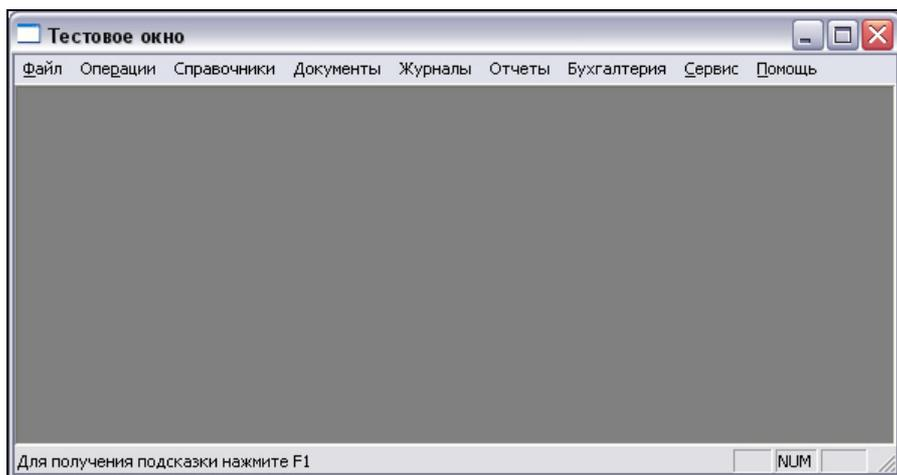

Рис. 5.78. Тестовое окно для пользовательского меню
- Теперь для сохранения нового пункта меню следует нажать кнопку **ОК**. Правда, система не даст нам его сохранить, поскольку команда вызова справочника товаров в меню и так уже была. Ничего страшного, нажимаем кнопку **Отмена**. Пункт меню у нас и так есть, зато мы научились создавать пункты меню. В виде самостоятельной работы поэкспериментируйте с меню других интерфейсов (**Менеджер**, **Кассир** и др.). Кстати, вы в любой момент можете просмотреть результаты своей работы, нажав на панели инструментов кнопку **Проверить меню** (рис. 5.78).